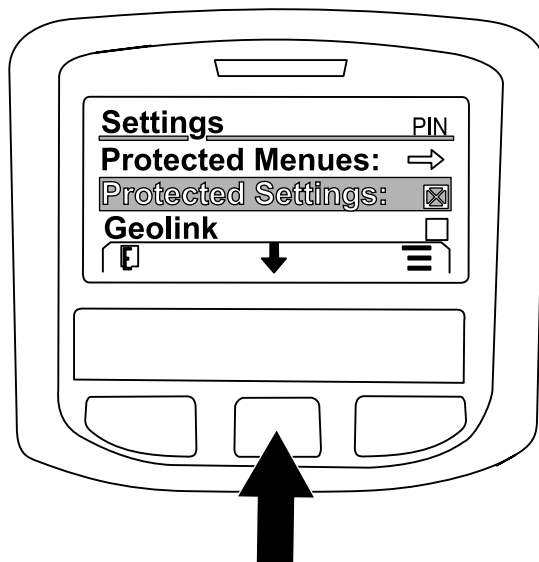

Bild 232
7. Drücken Sie die mittlere Taste, um auf die Option GEOLINK zu navigieren; drücken Sie die rechte Taste, um die Option auszuwählen (Bild 232).